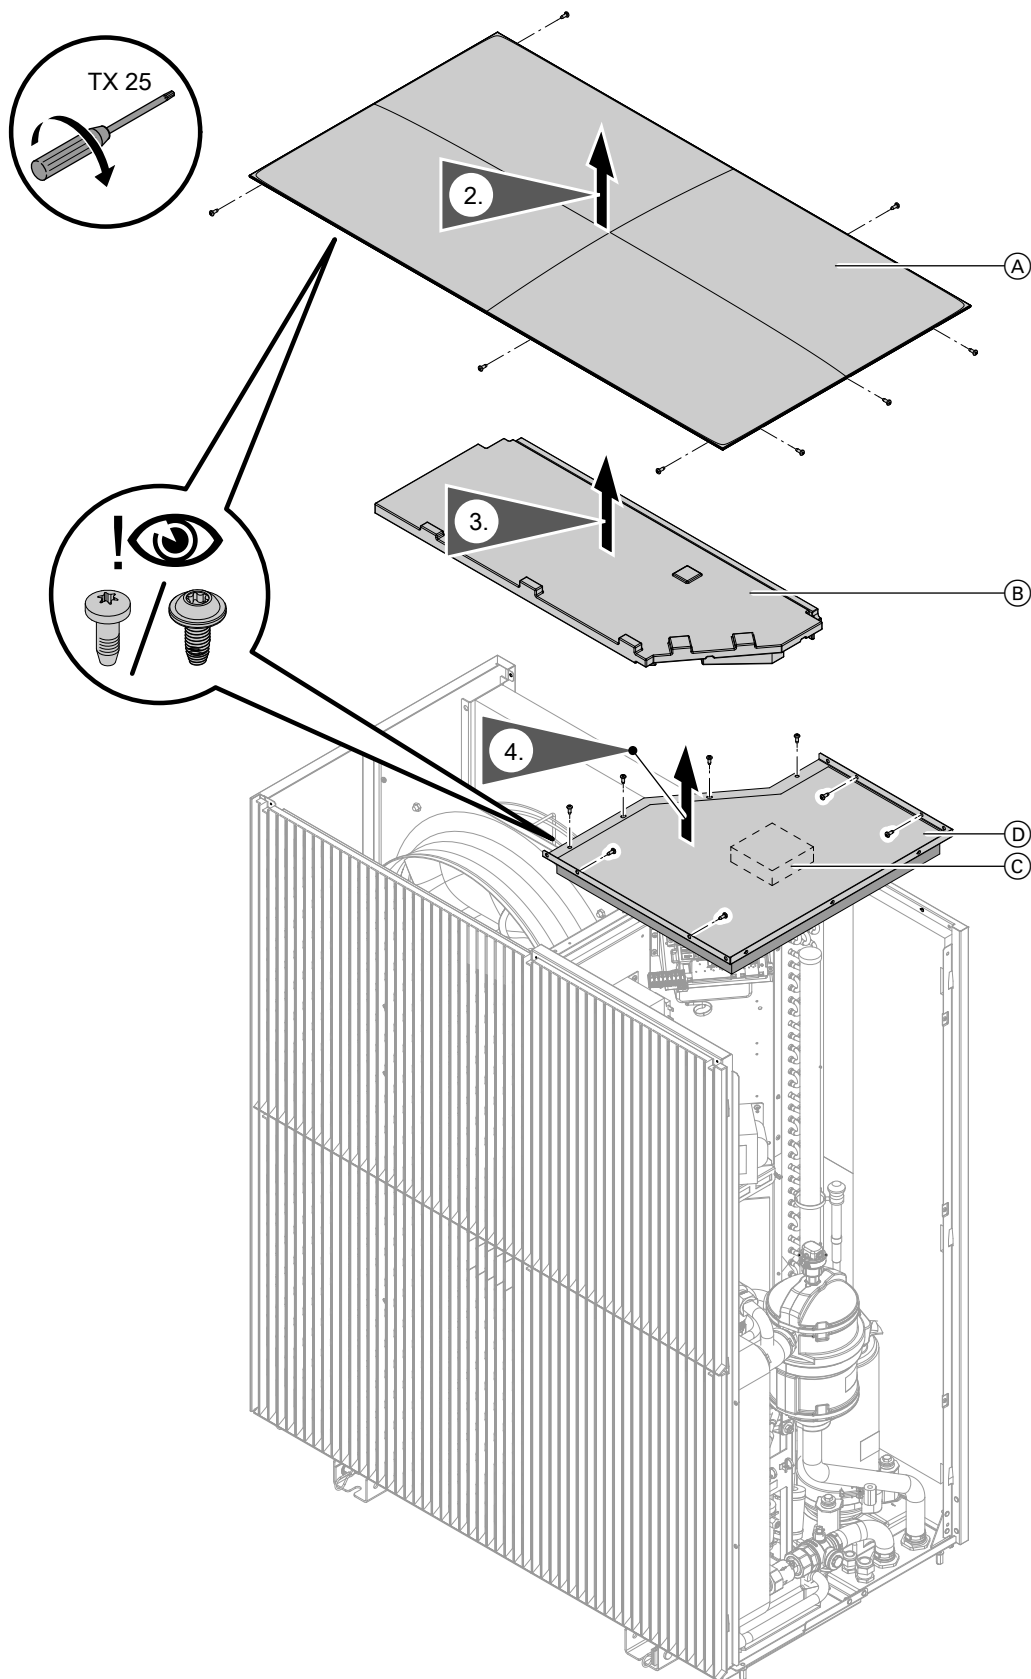

Abb. 103
7. Deckel abbauen: Siehe Abb. 103.
2. Deckel abbauen: Siehe Abb. 103.